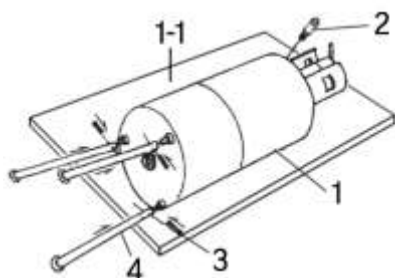

fig. 1
2. Glissez chaque patte (n° 4) sur un montant et fixez-la au moyen d'une goupille fendue (n° 3) (fig. 1).
3. Vissez la soupape de sécurité (n° 2) dans le trou en haut du réservoir (fig. 1).